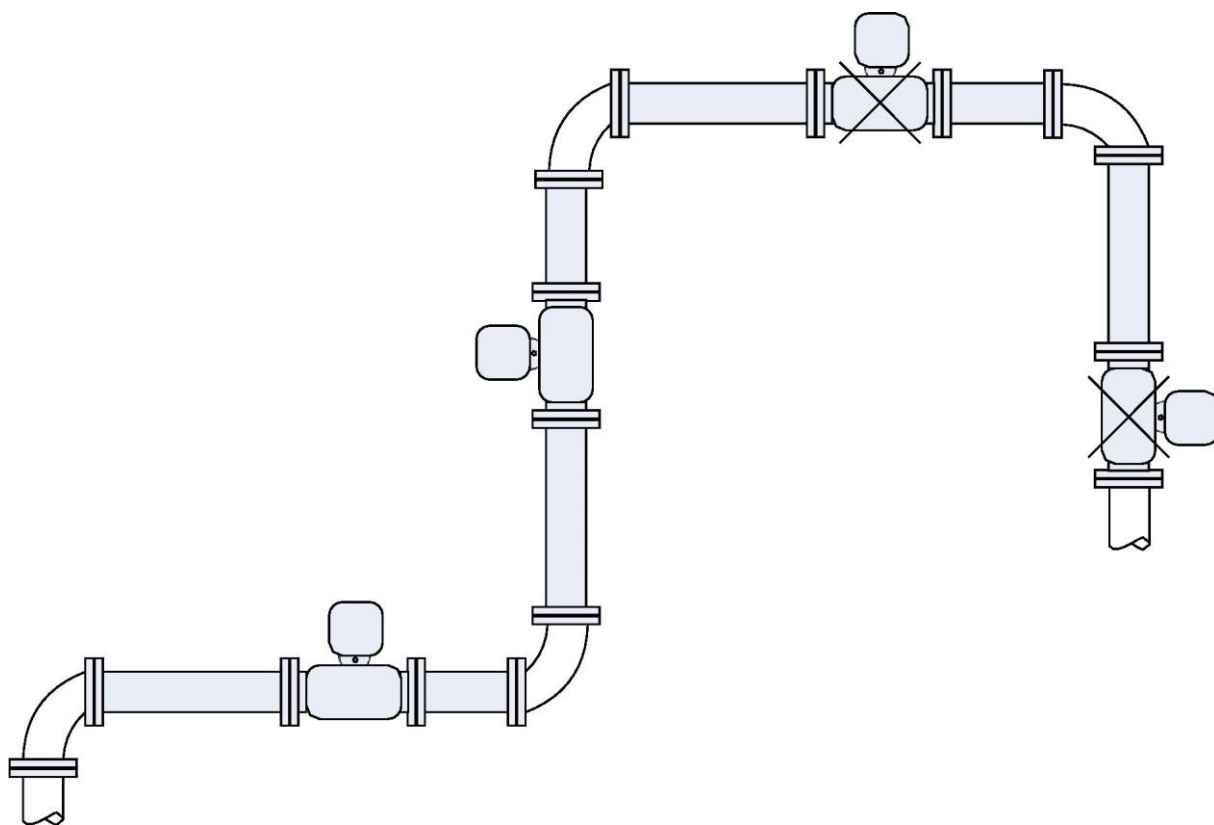

РИС. 4 Монтажная позиция
- a) Прибор может быть установлен в любом месте трубопровода, предпочтительна вертикальная установка. При проведении измерений необходимо следить за тем, чтобы измерительная трубка была полностью заполнена измеряемой средой, при не заполненной трубке электромагнитный расходомер работает некорректно. Это показано на рис. 4.